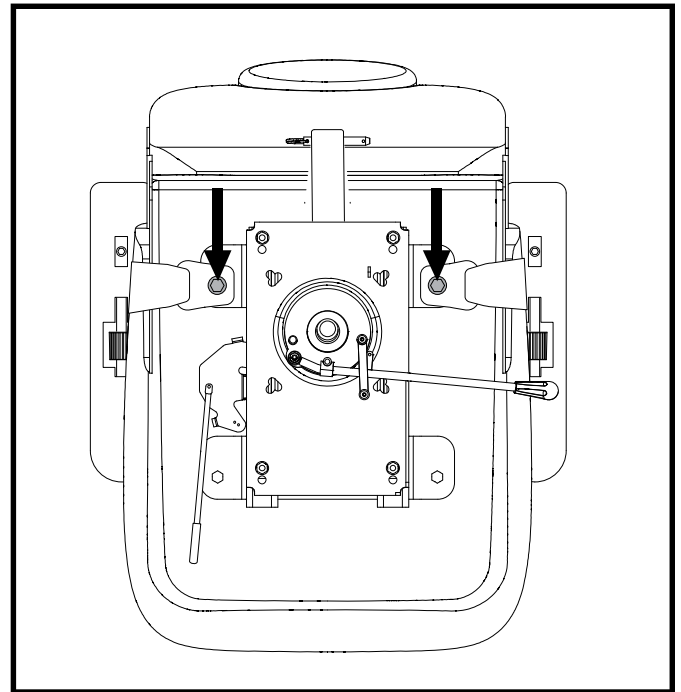

Abb. 23. Befestigungsschrauben des Rückhaltegurtes
2. Sitz umdrehen, um die Unterseite einzusehen. **Siehe Abb. 23.**